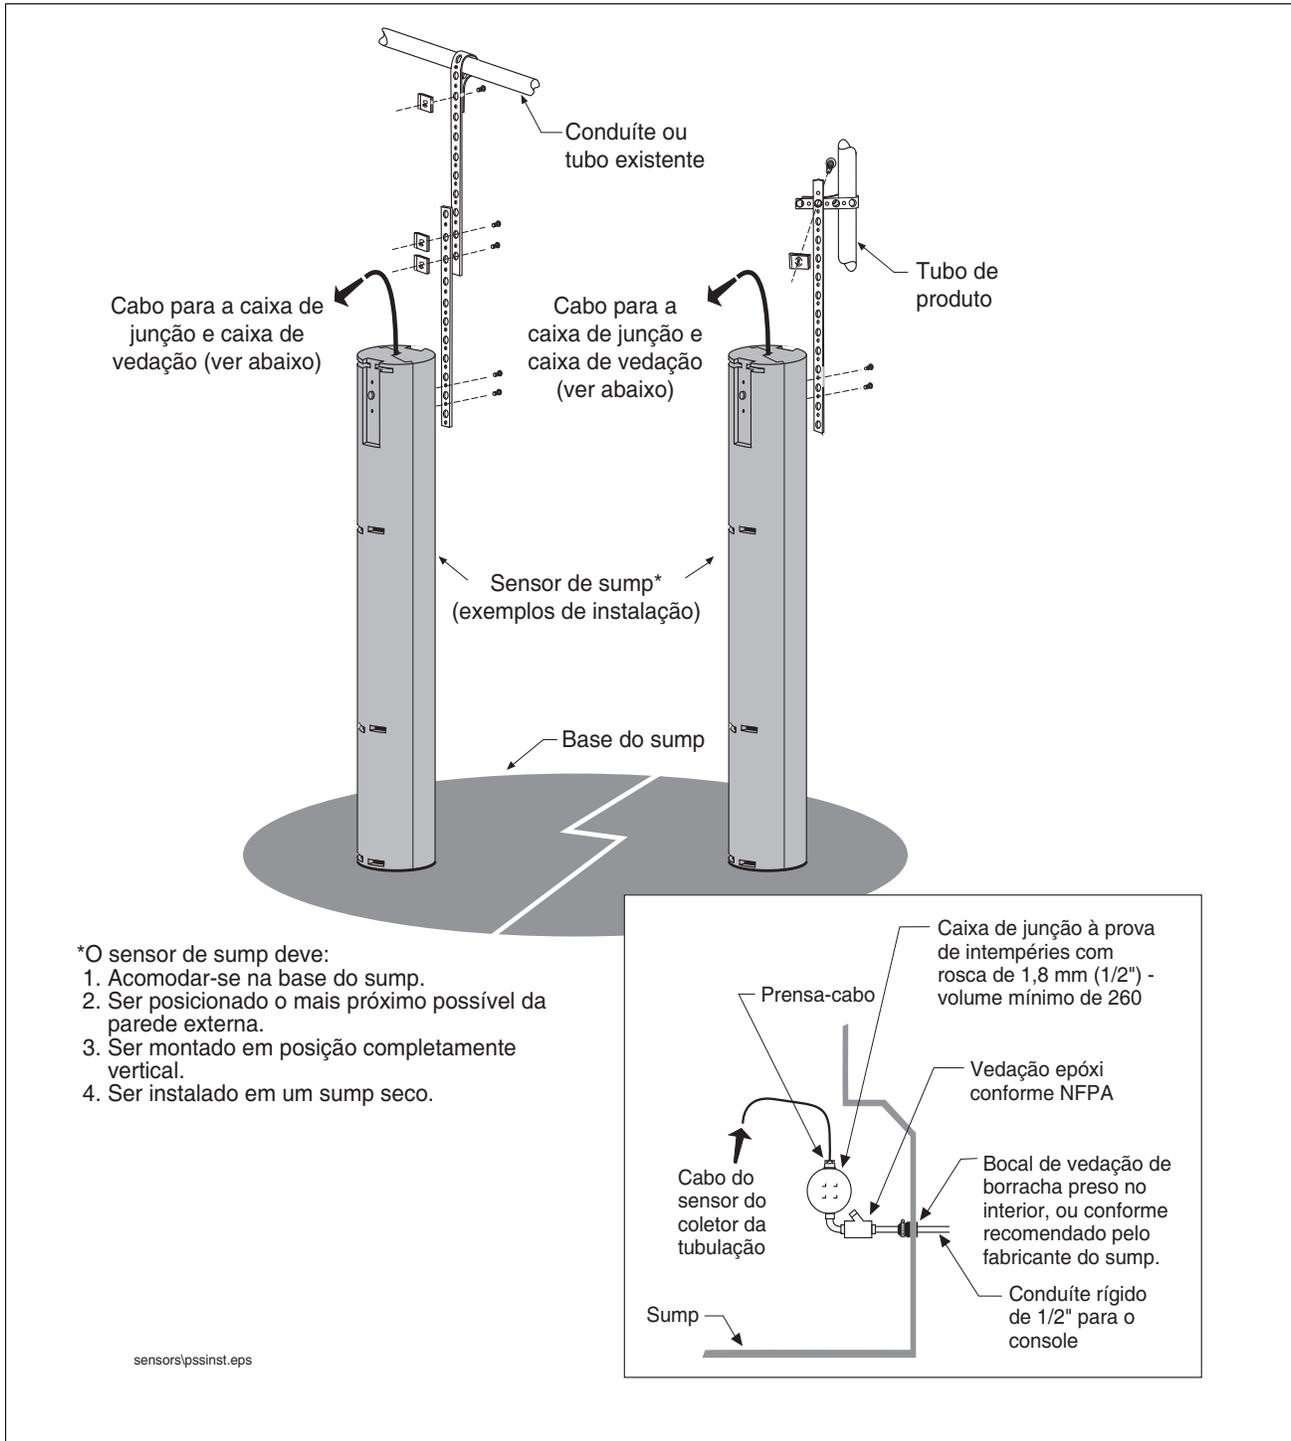

Figura 1. Exemplos de montagem do sensor
2. Prenda uma das tiras de montagem na parte superior do sensor usando 2 parafusos Plastite fornecidos, conforme exibido em Figura 1.
3. Dependendo das especificações de sua montagem (ver novamente Figura 1), prenda a segunda tira de montagem na primeira usando dois parafusos 1/4"-20 x 1/2" e porcas rápidas. Com o sensor acomodado no fundo do sump, passe a tira de montagem em volta do suporte e prenda-a usando parafuso 1/4"-20 x 1/2" e porca rápida.